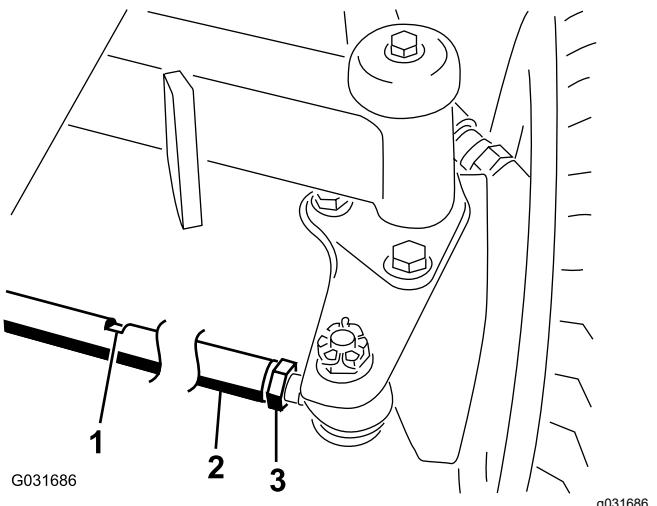

Figura 84
2. Allentate il controdado da ciascun lato del tirante (Figura 84).